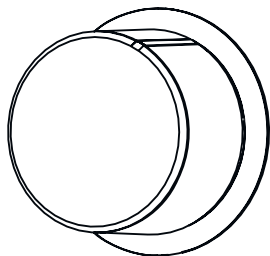

Fig. 14: Vridknapp uttryckt
- Tryck på knappen för att den ska poppa ut och justera sedan temperaturen (Fig. 14).
- När tillagningen är klar vrids du knappen till avstängt (övre) läge och trycker in den (Fig. 14).